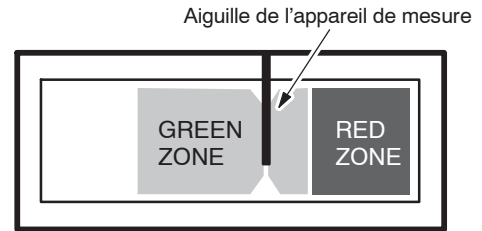

FIG. 15
5. Réglez l'appareil de mesure de la pression du patin dans la zone verte. Appuyez sur le bouton de réglage de la pression du patin pour réduire ou augmenter la pression. Pour obtenir un résultat optimal, réglez l'aiguille de la manière illustrée. (Figure 15).